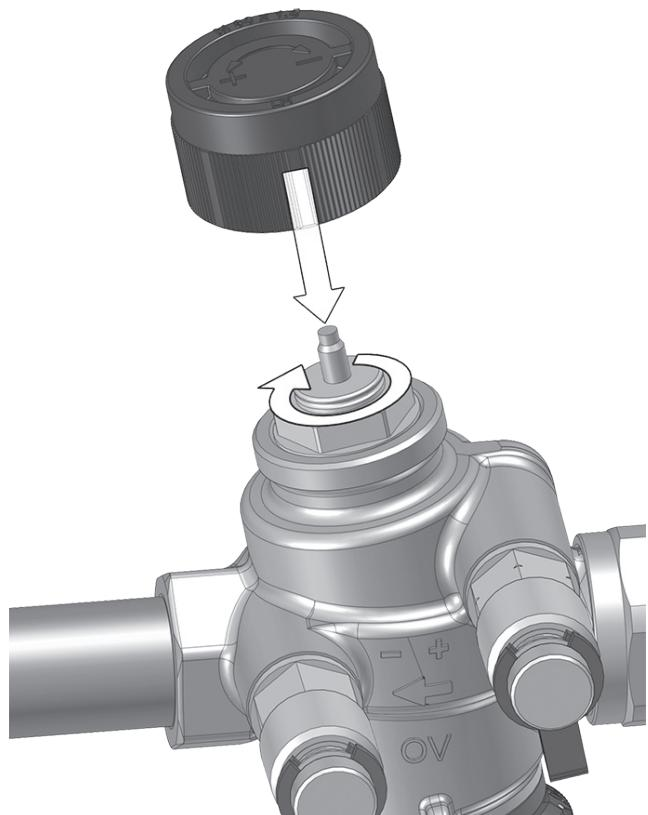

Fig. 8: Bloqueo
- 1 Bloquee la válvula, por ejemplo, con la tapa protectora (véase Fig. 8).
Enrosque la tapa protectora suministrada en la conexión roscada M30 x 1,5 (véase Fig. 8).